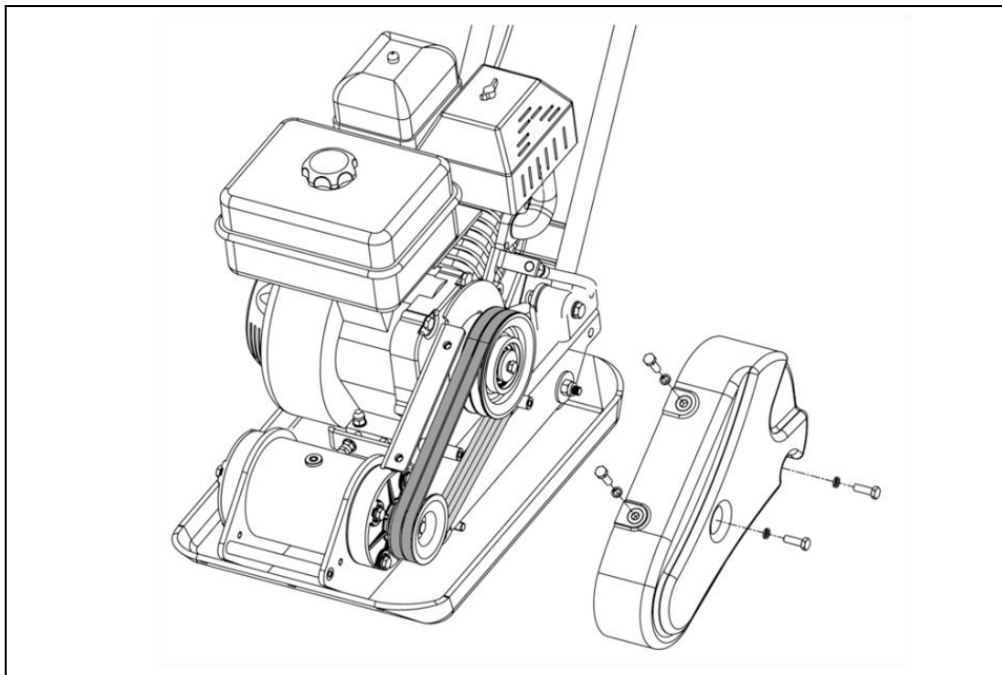

Рис. 21. Проверка состояния ремней.
1. Открутить болты крепления и снять кожух защитного ремня, чтобы получить доступ к ремням (Рис. 21).